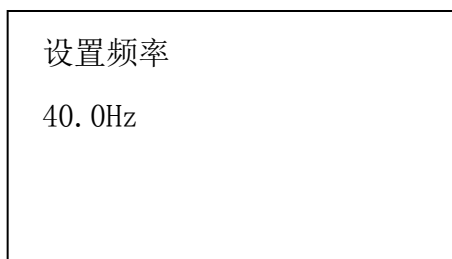

图 6 工作频率设置界面
工作时间单位为秒（s），不能小于 30 秒。选中的位反色显示，按 UP 键，增加数值，按 DOWN 键，减小数值，该位数值设定好后，按 SET 键选择下一位。设置完小数点后的一位后，再按 SET 键，显示频率设置页面，如图 6 所示。
单位为升 (L)，选中的位反色显示，按 UP 键，增加数值，按 DOWN 键，减小数值，该位数值设定好后，按 SET 键选择下一位。设置完小数点后的第 2 位后，再按 SET 键，显示频率设置界面，如图 6 所示，与周期模式中频率设置相同。
进入标定模式，出现设置频率界面，设置方法与周期模式中频率设置相同。如图 6 所示。